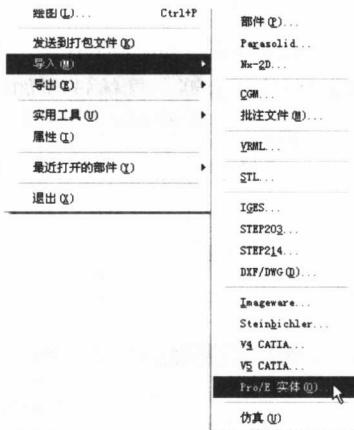

图1-11 文件转换
(12) UG 4.0 在转换模块中增加了直接导入Pro/E的实体文件的选项，包括零件、装配。导入的版本除了2001版，还包括了野火1、野火2。菜单如图1-11所示。